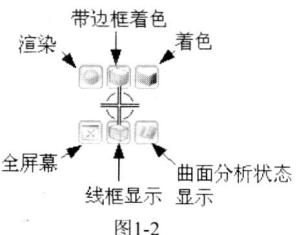

图1-2
- 按住 **MB3** 两秒: 弹出如图 1-2 所示的快捷菜单。